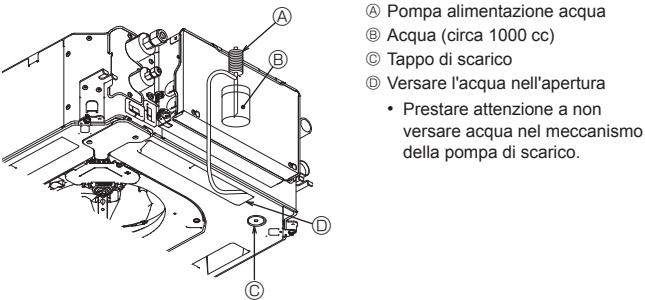

Fig. 8-5
8.4. Controllo del drenaggio (Fig. 8-5)